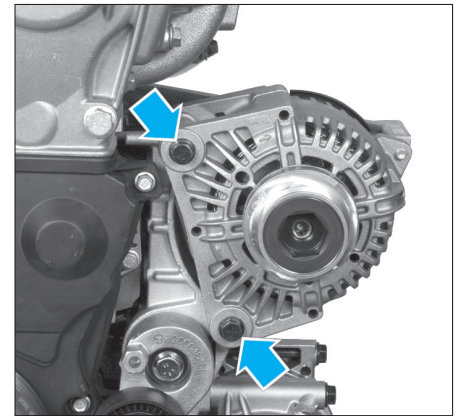

FIG. 2
- les fixations de l'alternateur (Fig.2).